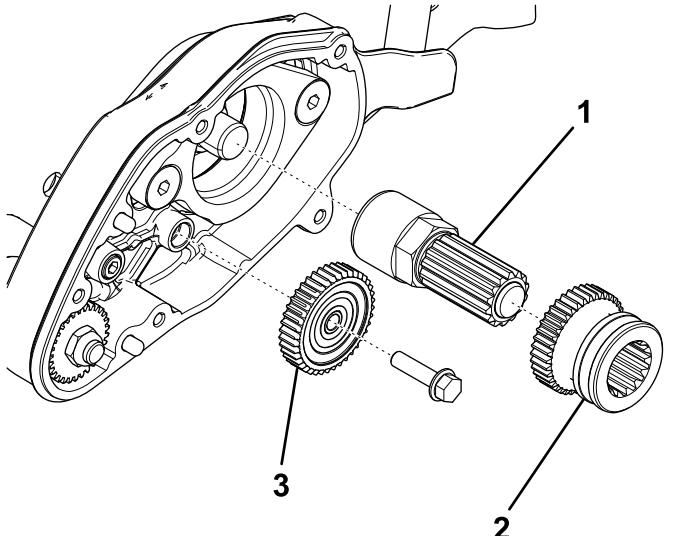

图7
9. 将轴总成拧到滚刀轴延长件上 图7。
- 向轴总成涂抹润滑脂并将驱动齿轮滑到轴总成上图7。
- 安装 40 齿惰轮图7。